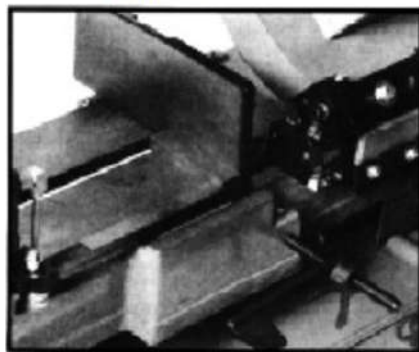

Рис. 5
2. Разместите угольник, как показано на Рис. 5. Угольник должен прикасаться к лезвиям и зажиму по всей длине без зазоров.